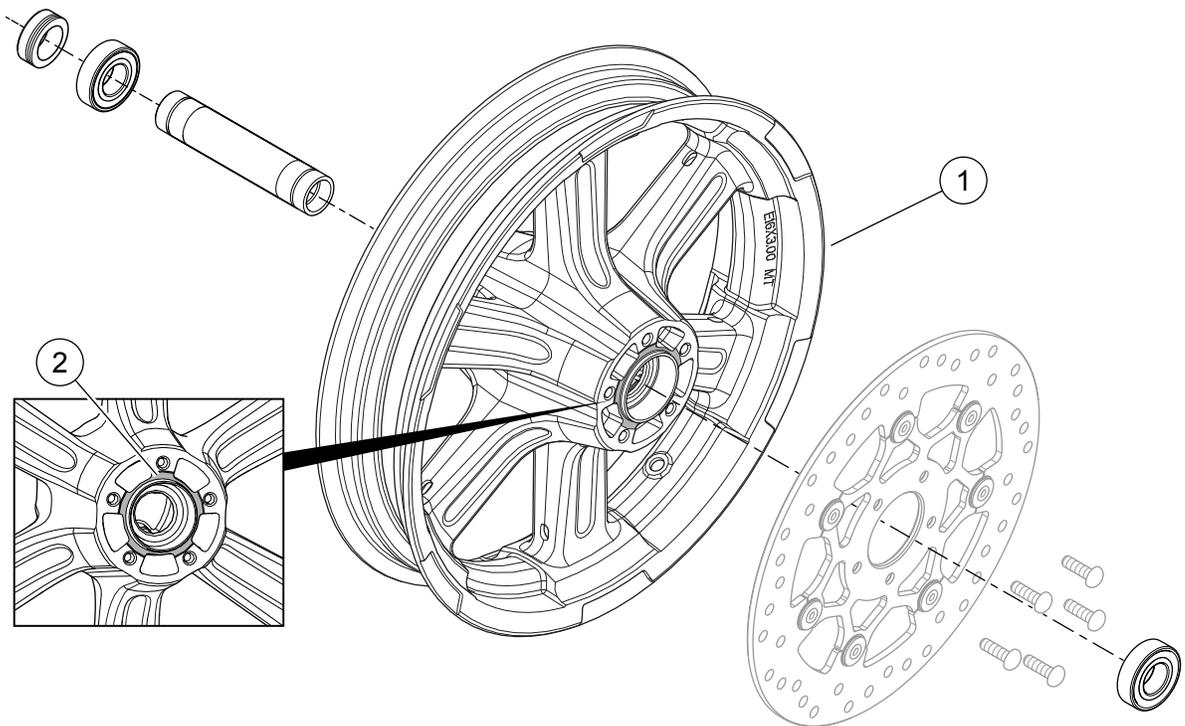

Figura 2. Piezas de servicio: Kit de rueda delantera Machete
Este kit incluye una rueda custom y dependiendo del kit, también puede incluir un tapacubos. Consulte la Figura 2. y Tabla 3 para ver el contenido de los kits.
2. Consulte la Figura 2. Instale el conjunto del vástago de la válvula (L) en la rueda. Consulte la sección NEUMÁTICOS en el Manual de servicio.